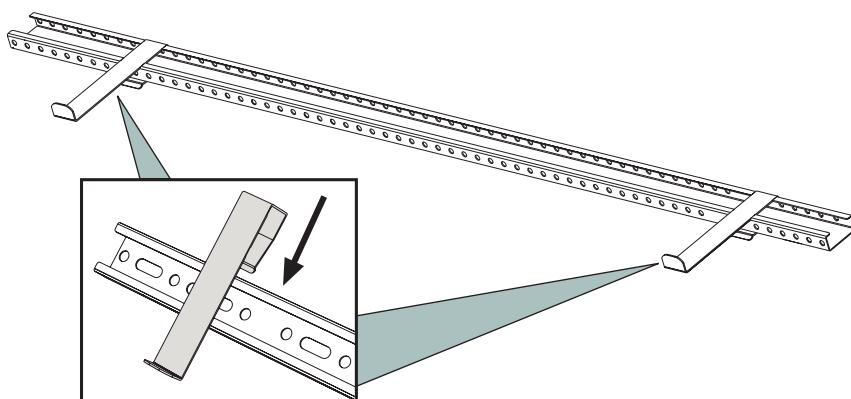

fig. 4
- 2 - Montar las pletinas (fig. 4)